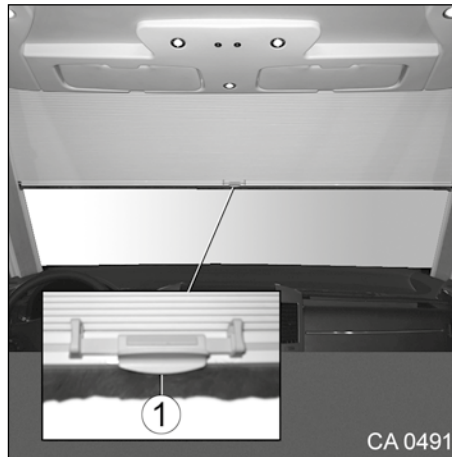

Fig. 67 Store occultant de pare-brise, plissé (modèle I)
- Débloquer le store occultant à la poignée de déverrouillage (Fig. 67, pos. 1) et le tirer vers le bas.